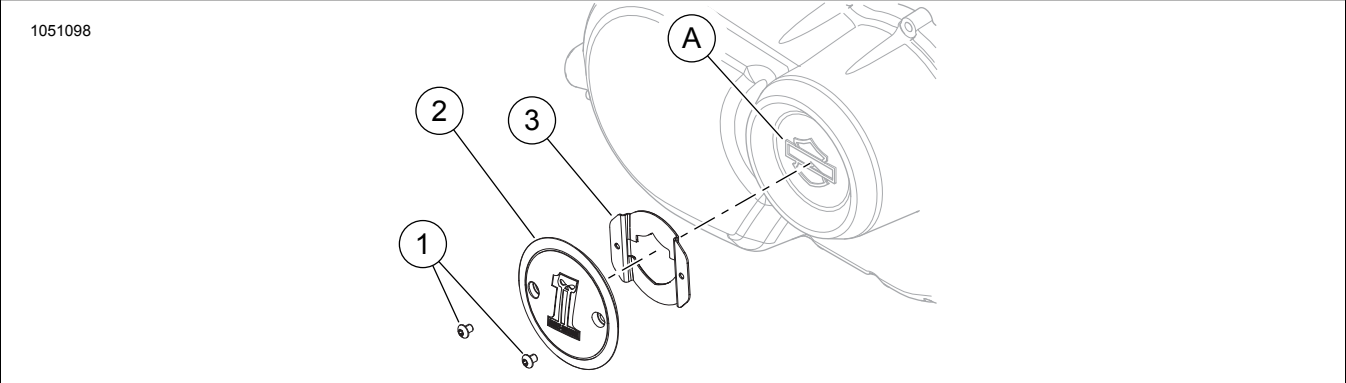

Abbildung 1. Ersatzteile: Primärkettengehäusedeckel-Ziersatz
Dieser Satz enthält ein Deckelzierelement, eine Halterung, zwei Schrauben und diese Anleitung. Siehe Tabelle 1 und Abbildung 1.
2. Siehe Abbildung 1. Die Halterung (3) vor dem Entfernen des Schutzstreifens vom Klebeband probeweise einpassen. Der Ausschnitt passt über das Bar & Shield Logo (A).
4. Das Zierelement mit den beiden Schrauben (1) befestigen. Auf folgendes Drehmoment anziehen: